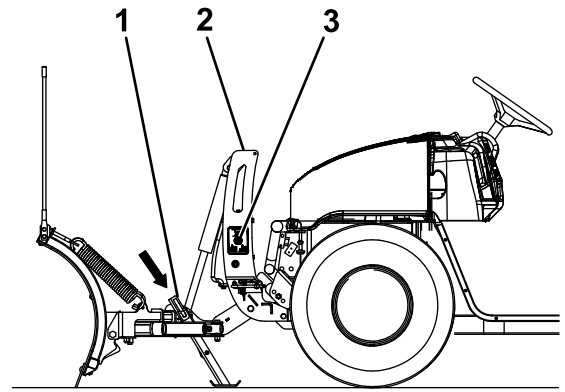

Bild 21
- Ziehen Sie den Federstift des Ständers nach außen und senken Sie den Ständer ab; lassen Sie den Federstift dann los, um den Ständer zu arretieren (Bild 21).